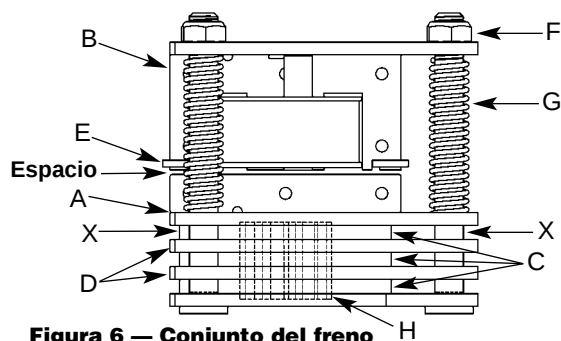

Figura 6 — Conjunto del freno
2. Vea la Figura 6. Abra el freno de disco manualmente usando dos hojas de destornilladores, una a cada lado del freno en un punto cercano a los postes de resortes del freno. Aplique presión a la parte inferior de la placa de la armadura (puntos "X") para cerrar el solenoide y soltar el freno.
Vea la Figura 6.
2. Con referencia a la Figura 6, el espacio entre la armadura del freno "A" y el campo "B" debe ser verificado. El espacio correcto es 0.015". El ajuste no es necesario hasta que el espacio no llegue a 0.040".